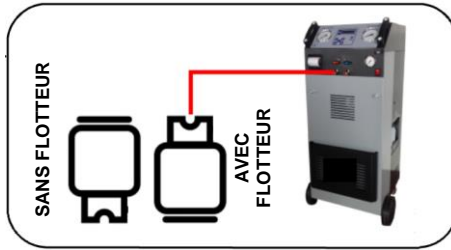

Figure 5
- Connectez le réservoir de gaz externe à la station à l'aide du raccord haute pression (**ROUGE**), en orientant le réservoir comme sur la figure 5 en fonction de la présence ou de l'absence de flotteur.